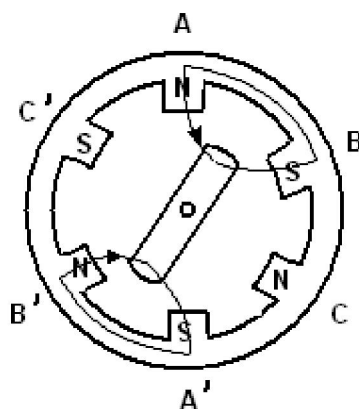

fig 2
- fie plasați după bisectoarea unghiului polilor statorici (fig. 2)
În fig 2 se alimentează în simultan două faze succesive, AA' și BB', rotorul se va deplasa pe bisectoarea unghiului dintre cele două faze.
Comandă în secvență dublă în care sunt alimentate simultan câte 2 faze: AA'+BB'; BB'+CC' respectiv CC'+AA' (fig 2).